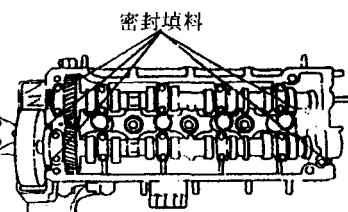

图 2-13 气缸盖上涂密封填料的部位
③安装 2 号和 3 号正时皮带罩，安装半圆套。
④安装气缸盖罩。清除旧的填料，如图 2-13 所示将密封填料涂在气缸盖上，将垫片装在气缸盖罩上，用 4 个密封垫片与锁紧螺母安装气缸盖罩，其力矩为 $10.8\text{N}\cdot\text{m}$ 。
⑤安装火花塞，安装 2 号进水口。将新的 O 形圈装到油位量尺导管上，在 O 形圈上涂上肥皂水，将油位量尺导管及量尺推入，并用螺栓进行固定。
⑥安装进气歧管，用 7 个螺栓、接地条与 2 个螺母安装新垫片及进气歧管，分几次均匀地拧紧螺栓与螺母。
⑦安装喷油嘴与传输管，将进燃油软管接至传输管，连接发动机导线束。用 2 个螺母将旁通软水管与燃油返回软管安装到进气歧管上，再将燃油返回软管连接到燃油压力调节器上。
⑧安装进气歧管撑条、节气门段、进水口及其护罩、发动机右吊架、集成点火装置 IIA 和出水口。
⑨安装排气歧管，安装交流发电机，连接发动机导线束，安装水泵皮带轮与交流发电机驱动皮带，调整驱动皮带。